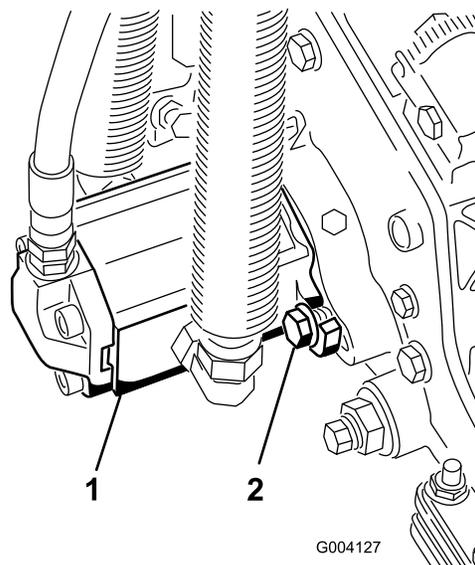

图 32
3. 以顺时针旋转的方式安装马达，让马达法兰与螺栓保持一定空隙（图 32）。